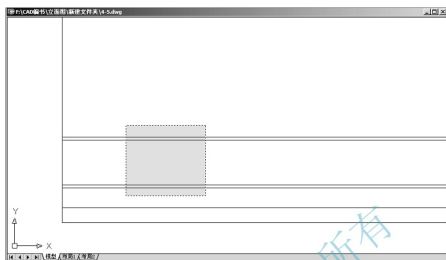
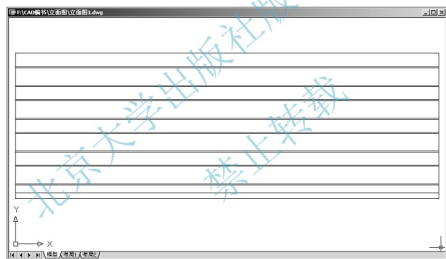

图 4.7 选择窗台线和窗楣线作为阵列对象
图 4.8 阵列生成 2、3、4 层的窗台线和窗楣线
② 单击【阵列】对话框右上角的【选择对象】按钮，对话框消失，在**选择对象**：提示下，按照图 4.7 所示选择窗台线和窗楣线（窗洞口上下各两条水平线）作为阵列对象，结果如图 4.8 所示。